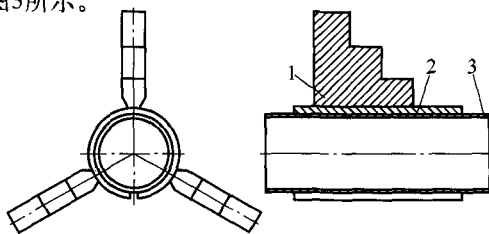

图3 弹性胀套装夹
(1) 车床加工 铸造铜制管料毛坯, 粗车采用通用自定心卡盘装夹粗车内外圆留1.5~2mm余量, 长度留1mm余量, 此时内外圆留的余量较多不易变形, 即使变形在后序工艺中也可以修正, 精车外圆用两顶尖顶两端内孔装夹, 外圆留精磨余量0.6mm两件车到同一尺寸, 为防止装夹外圆变形采用弹性胀套装夹外圆, 精车内孔留精磨余量0.4mm再车两端车宽0.5mm、60°的倒角, 弹性胀套装夹如图3所示。